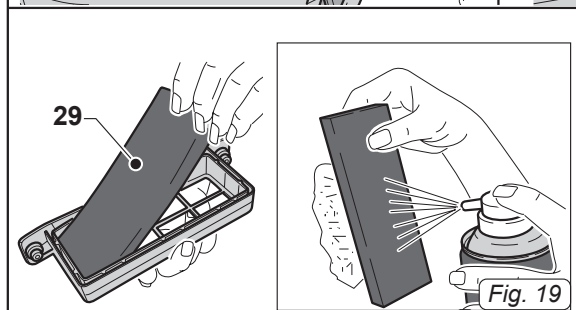

Fig. 19
- Rimuovere la spugna filtro (29 Fig.19) dal telaio e pulirla con un getto d'aria. È possibile lavare la spugna filtro in acqua tiepida e rimontarla solo dopo una completa asciugatura; se si presenta troppo sporca sostituirla.